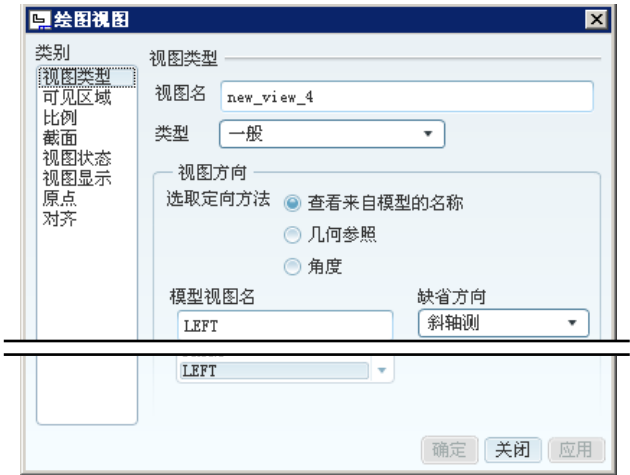

图 3.8.41 “绘图视图”对话框
Step4. 在“绘图视图”对话框中的 **视图方向** 区域中, 选中 **选取定向方法** 中的 **查看来自模型的名称** 单选项, 在 **模型视图名** 中找到视图名称 **LEFT**, 此时“绘图视图”对话框如图 3.8.41 所示, 单击对话框中的 **应用** 按钮。